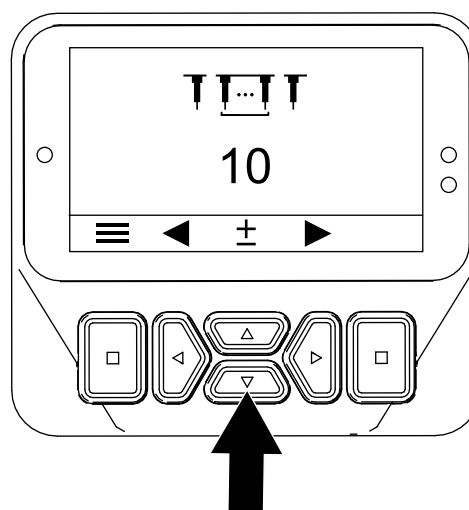

Figura 58
3. Premete il pulsante Destra fino a quando non viene visualizzata la schermata Impostazione della quantità di fustelle (Figura 58).
4. Regolate la quantità di fustelle utilizzando i pulsanti Su e Giù (Figura 58) come segue: